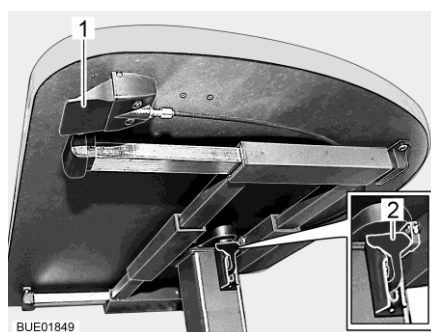

Fig. 54 Table à hauteur réglable avec touche de déverrouillage
- Tirer le levier de verrouillage (Fig. 54,2) vers le bas ou l'enfoncer.
- Pousser le levier de verrouillage (Fig. 54,2) vers le haut.
- Pousser la touche de déverrouillage (Fig. 54,1) et la maintenir poussée. Le plateau de table s'élève alors automatiquement jusqu'à la butée de fin de course.
- Lâcher la touche de déverrouillage (Fig. 54,1). Le plateau de table reste dans la position choisie.
- Pousser la touche de déverrouillage (Fig. 54,1) et la maintenir poussée.
- Lâcher la touche de déverrouillage (Fig. 54,1). Le plateau de table reste alors dans la position la plus basse.